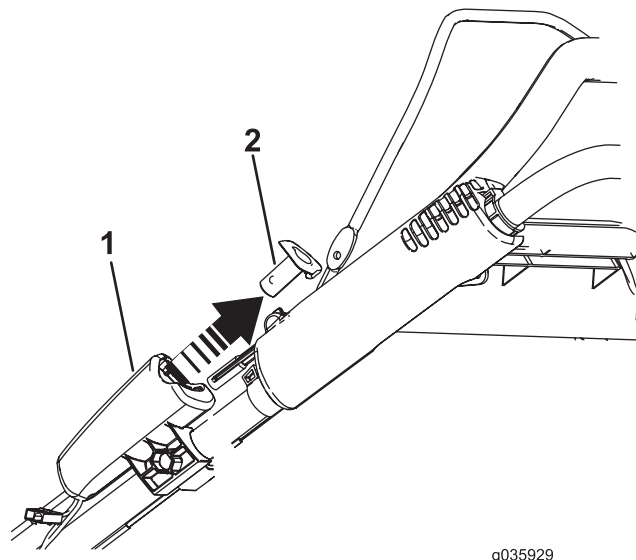

Figure 34
1. Retirez le bouton du démarreur électrique (Figure 34).